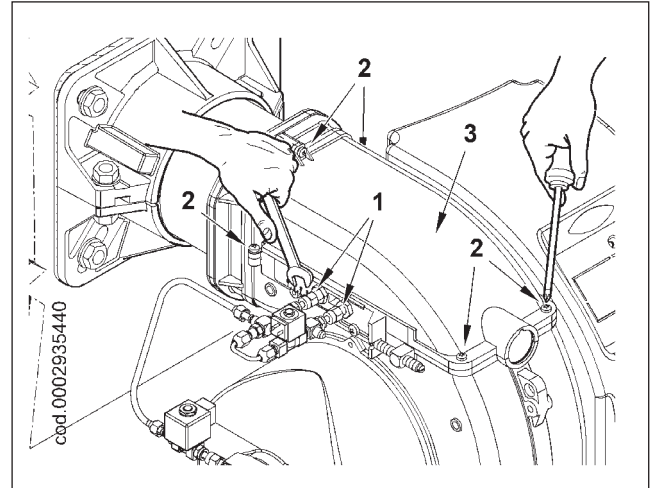

рис. 1
- Открутите винты 2 и снимите крышку 3 (рис. 1).